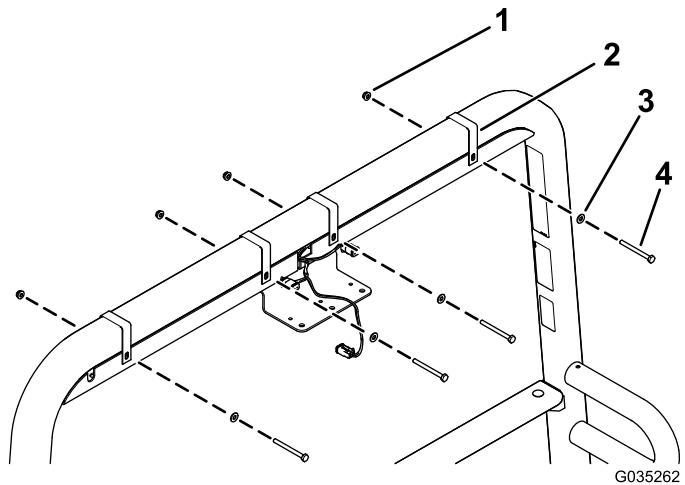

Figura 4
- Fije los 2 perfiles de las luces al ROPS con los 4 soportes de bastidor de perfil de las luces, 4 pernos con cabeza hexagonal (1/4" x 2-3/4"), 4 arandelas planas (1/4") y 4 tuercas con arandela prensada (1/4"), según se muestra en la Figura 4.